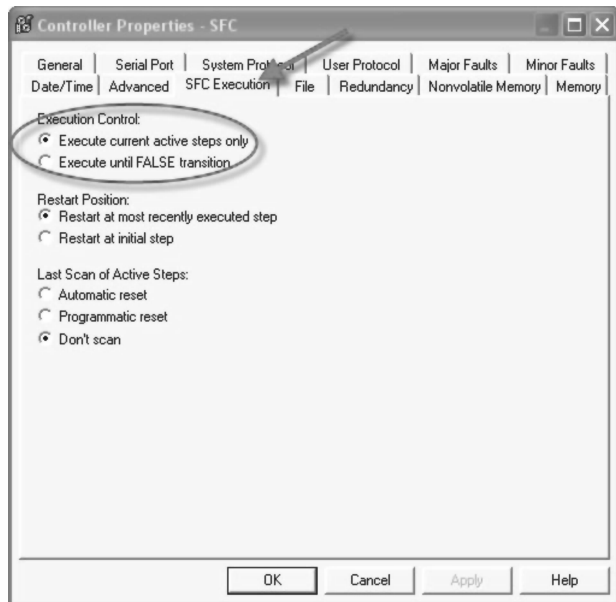

图 15-1 SFC 执行选项卡
3. 如图 15-1 所示, 另一个选项是“仅执行当前激活步骤” (Execute current active steps only)。